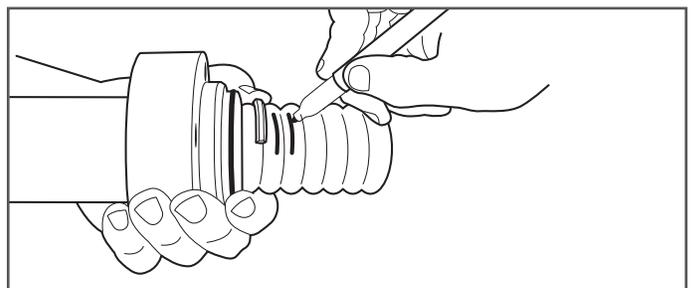

Figura 7-17
18. Marque DoubleTrac® tuberías para el corte final. Una vez que la sección central del racor haya tocado fondo en la tubería, coloque una mitad de anillo partido en la ondulación más cercana a la sección central del racor. Asegúrese de que el anillo partido cae libremente en la primera ondulación. Coloque una marca en la parte superior de las dos primeras ondulaciones que están más allá del anillo partido. (Figura 7-17)